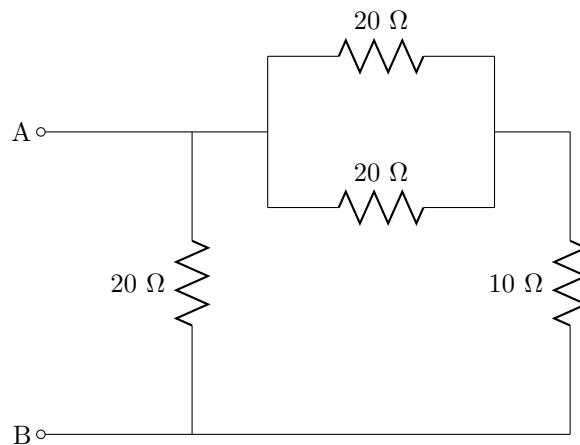

Figura 2.2: Circuito del problema 2.
2. Halla la resistencia equivalente del circuito de la figura 2.2 entre los terminales *A* y *B*.